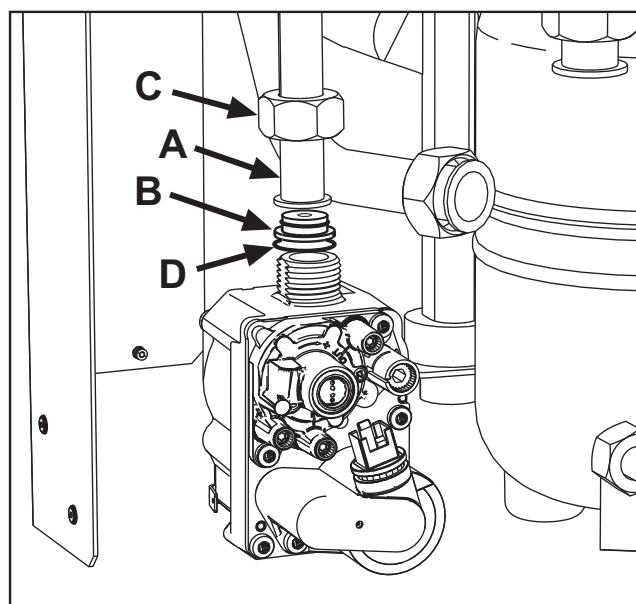

fig. 23
3. Svitare il girello C e rimuovere il tubo gas A dalla valvola gas (vedi fig. 23).
4. Sostituire l'ugello B inserito nel tubo gas con quello contenuto nel kit di trasformazione interponendo la guarnizione D (vedi fig. 23).